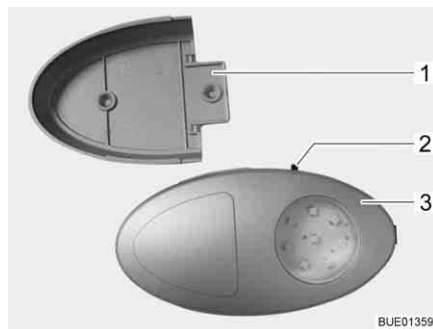

Fig. 44 Luce armadio guardaroba
- ▷ È possibile estrarre la luce armadio guardaroba dal supporto a vite (Fig. 44,1) e utilizzarla come torcia elettrica.
L'interruttore di accensione/spegnimento (Fig. 44,2) è montato direttamente sulla luce armadio guardaroba (Fig. 44,3).